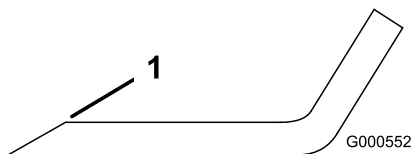

Figura 82
1. Utilice una lima para afilar el filo de corte en ambos extremos de la cuchilla (Figura 82).
**Nota:** Si la cuchilla no está equilibrada, rebaje algo el metal en la parte de la vela solamente con una lima (Figura 82).